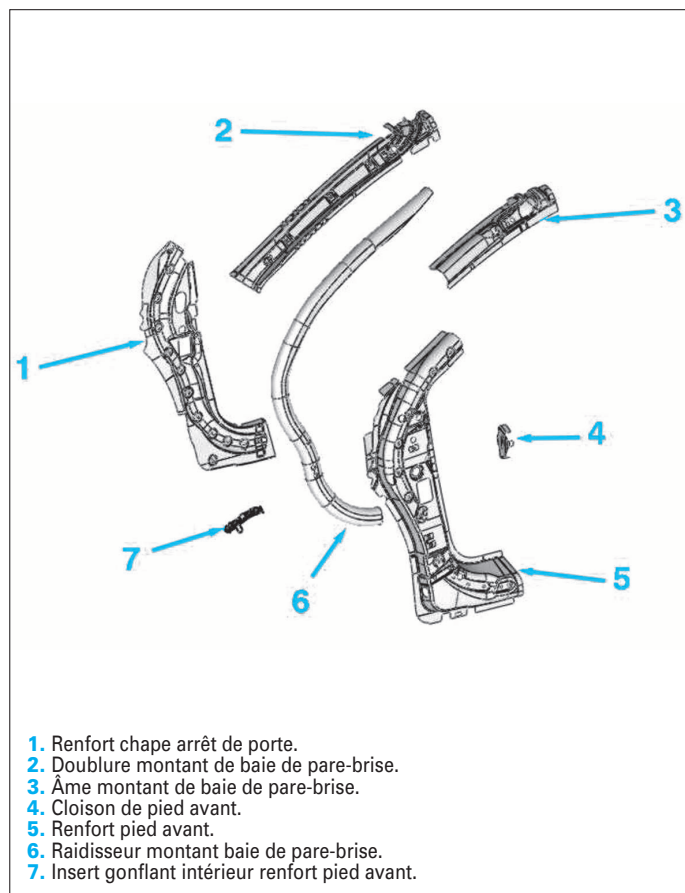

FIG. 51
- Constitution de la pièce de rechange (Fig.51).